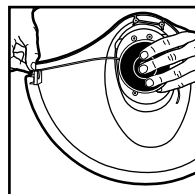

Fig. 9
- Tome el extremo del hilo que sale de cada lado del porta carrete y oprimiendo el botón del carrete, saque el hilo por lo menos hasta llegar a los diez centímetros (vea Fig. 9).